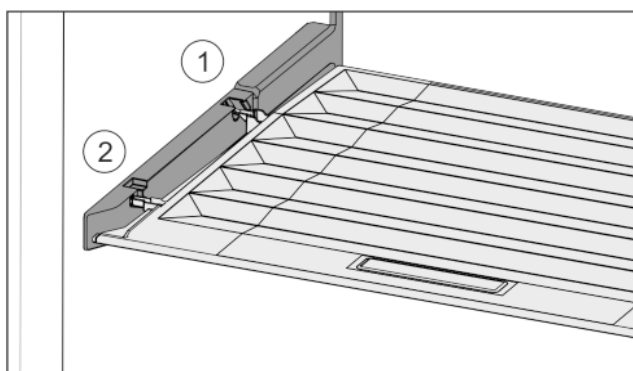

Fig. 33
- Výstupky víka zaveďte do zadních držáků Fig. 33 (1) a vpředu zaklesněte do držáku Fig. 33 (2).